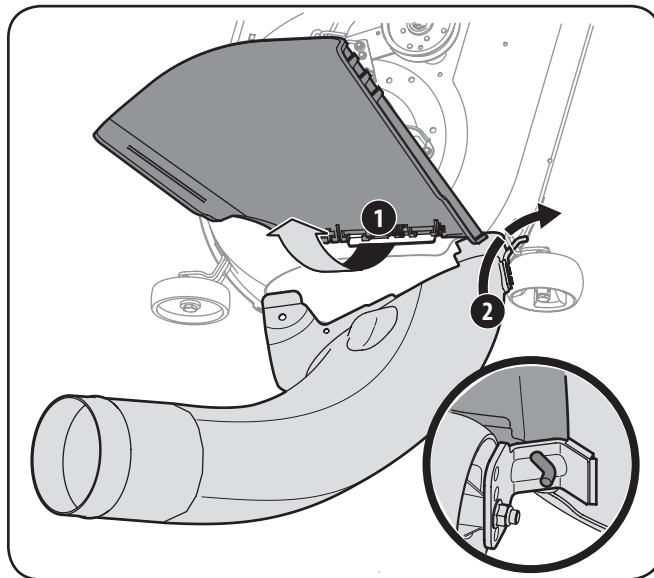

Figure 4-18
1. Alors que la goulotte d'éjection du tracteur est soulevée et maintenue ouverte, élément (1), installez le coude de la goulotte en plaçant la tige de montage dans l'orifice de votre support de roue ou dans l'onglet de la goulotte, élément (2), comme indiqué à la Figure 4-18.